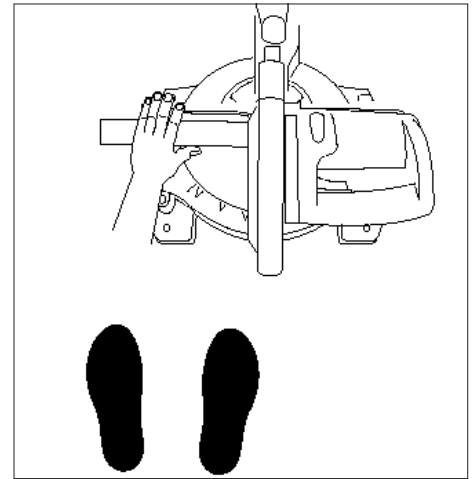

Рис. 5
- Ставайте перед пилкою лицем до напрямку розпили (Рис. 5).